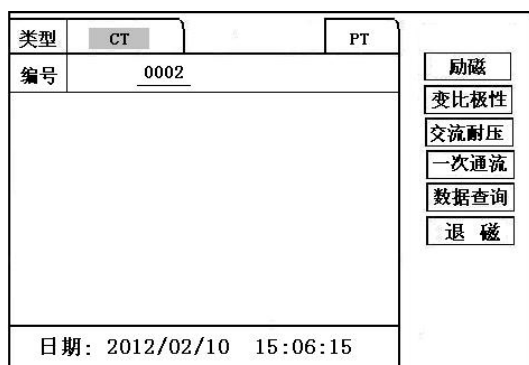
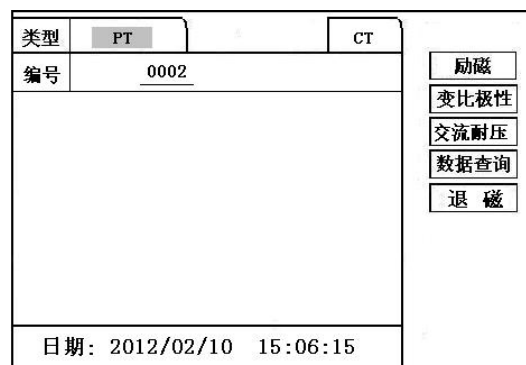

图 2， CT 主界面
图 3， PT 主界面
2、主菜单 (见图 2)
开机之后默认进入 CT 测试, CT 测试主菜单共有“励磁”、“变比极性”、“交流耐压”、“一次通流”、“数据查询”、“退磁”、“PT” 7 种选项, 可以使用旋转控制器进行选择 and 设置。如图 2 所示, 当“类型”后面为带有灰色背景的 **CT** 时, 表示当前为 CT 测试。旋转光标到“PT”并按下, 则进入 PT 测试界面, 如图 3。
PT 测试主菜单共有“励磁”、“变比极性”、“交流耐压”、“数据查询”、“退磁”、“CT” 6 种选项, 可以使用旋转控制器进行选择 and 设置。如图 3 所示, 当“类型”后面为带有灰色背景的 **PT** 时表示当前为 PT 测试。旋转光标到“CT”并按下, 则进入 CT 测试界面, 如图 2。